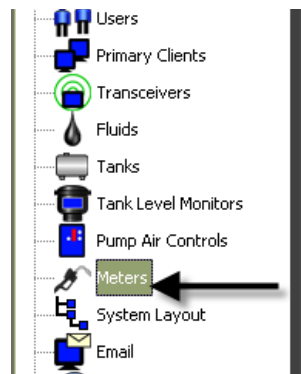

FIG. 118
1. Om het hoofdscherm voor meters weer te geven, selecteert u **Meters** in de lijst op het Matrix-systeempaneel (FIG. 118).